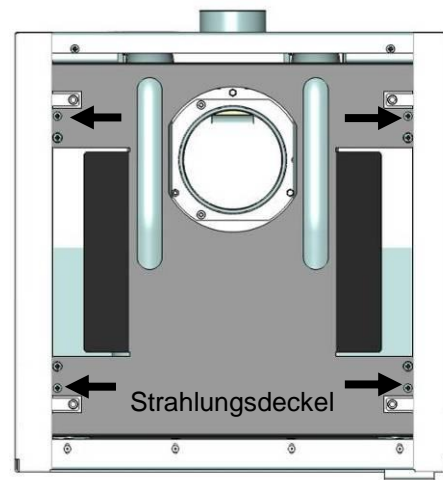
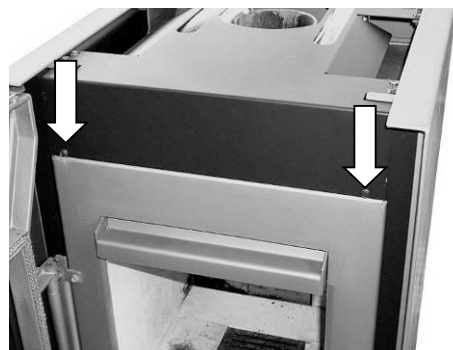

Abbildung 32: Ego Draufsicht ohne Abdeckung
Abbildung 33: Ego Schrauben Strahlungsblech vorne
2. Den Strahlungsdeckel durch Herausdrehen der Schrauben (Abbildung 32 und Abbildung 33) lösen und entnehmen.